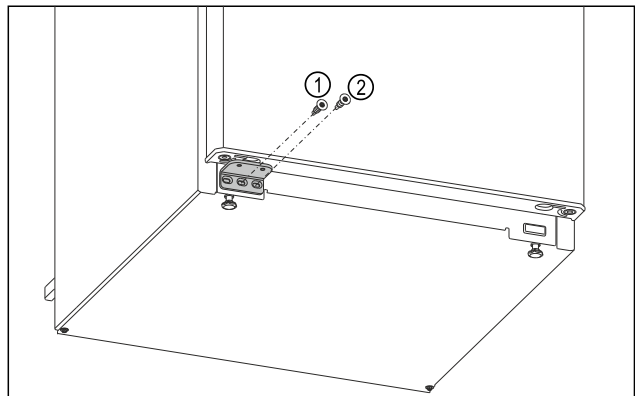

Fig. 17
- Draai de middelste schroef van de lagersteun *Fig. 17 (1)* vast met een Torx 20-schroevendraaier.
- Draai de binnenste schroef van de lagersteun *Fig. 17 (2)* vast met een Torx 20-schroevendraaier.